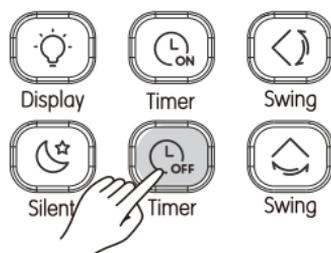

Imagen 3.18
- ② Pulse  o ▲, ▼ para ajustar el temporizador;
- ③ Una vez realizado el ajuste, la información del temporizador se envía a la unidad interior.
- ① Pulse  (consulte la Imagen 3.18), y el control remoto mostrará "Timer Off", y se mostrará "0.0H" en área del temporizador. Ajuste ahora el apagado del temporizador;